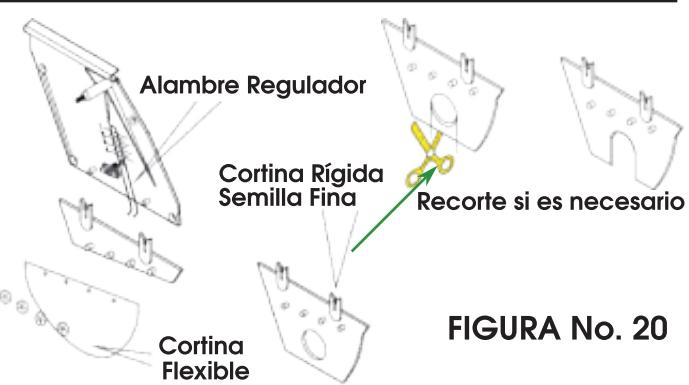

FIGURA No. 20
- Tome la tapa y regule la posición del alambre regulador de la cortina divisoria (**Figura No. 20**), la escala va de 1 a 4, entre mas pequeña sea la semilla debe darle mas profundidad al alambre. Si la pantalla regulable no es suficiente para evitar una sobrealimentación, se necesita sustituirla con una cortina rígida que tiene un orificio.